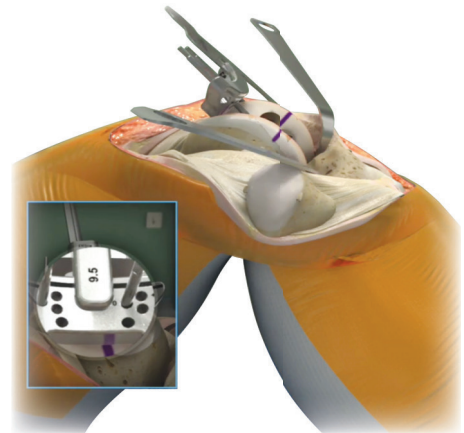

Figura 5
8. Antes de llevar a cabo la resección, evalúe el nivel de resección ósea deslizando la Guía de Resección (ala de ángel) en la ranura de la cuchilla del Bloque de Corte Universal. El Bloque de Corte Universal que se encuentra fijo a través de los agujeros "0", reseccionará 9.5 mm. del cóndilo prominente del fémur (Figura 5).